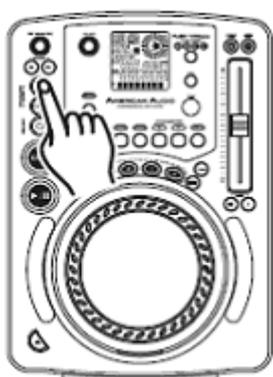

Figura 14
Un 'cue point' è il punto esatto in cui inizia la riproduzione quando si preme il pulsante PLAY/PAUSE (18). È possibile impostare "cue point" in qualsiasi punto della traccia. È inoltre possibile impostare fino a quattro "cue point" indipendenti per ogni disco. Nei pulsanti BANK 1-4 (13) sono memorizzati quattro "cue point". Ci sono due modi per impostare e creare un "cue point" come evidenziato in figura 14 e 15.
1) È possibile premere il pulsante In (24) al volo (on the fly) durante l'esecuzione di un disco. Per impostare 'cue point' senza interrompere la musica. Premendo il pulsante Cue (20) ci si riporterà al punto in cui è stato premuto il pulsante In (24). E' possibile memorizzare questo "cue point" in uno qualsiasi dei pulsanti Bank 1-4 (13). Premendo il pulsante Cue (20) o il pulsante In (24) ci si riporterà a questo stesso punto.
2) E' possibile utilizzare la Jog Wheel (14) per impostare un "cue point". Quando un disco è in modalità Pause oppure Cue, utilizzare la Jog Wheel (14) per scorrere attraverso una traccia e trovare il punto di avvio cercato.